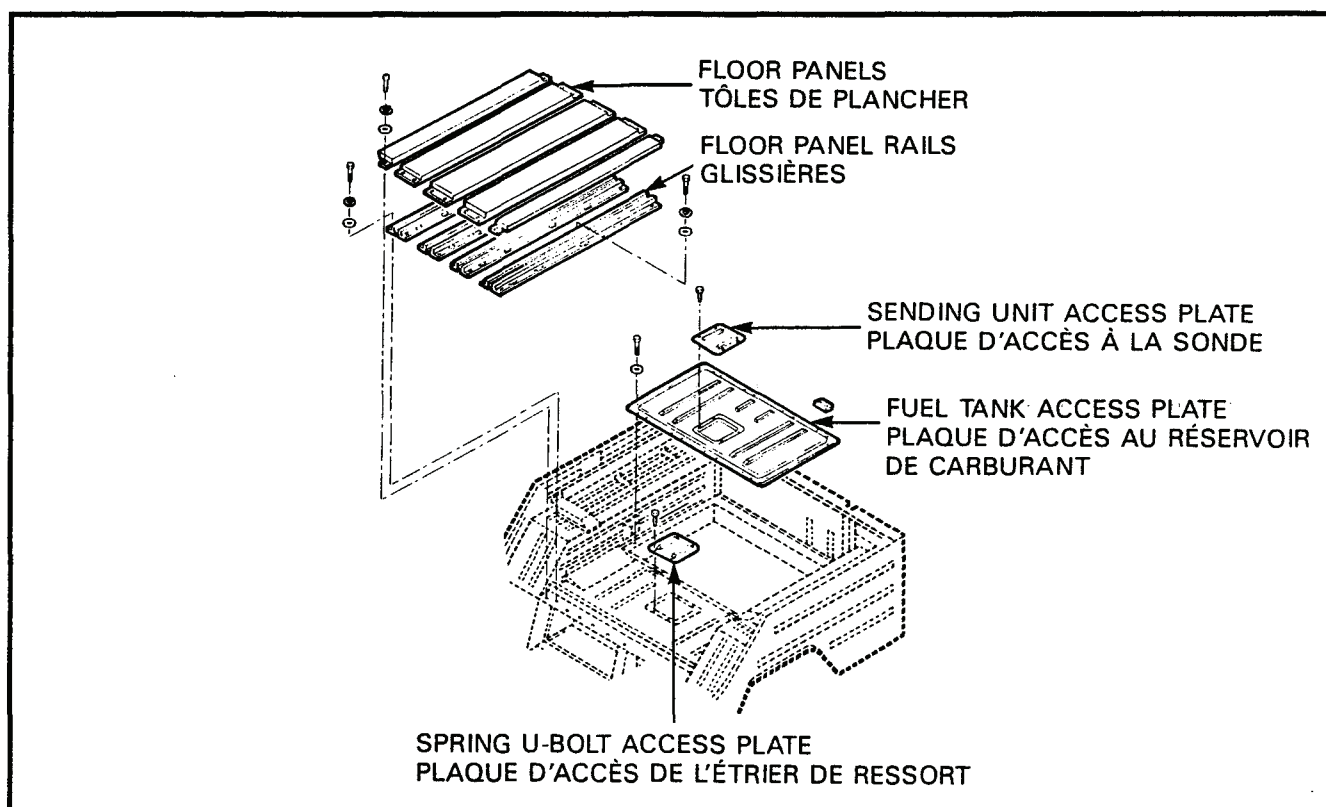

Figure 2-1-12 Fuel Tank Access Plate
- e. Remove the fuel tank access plate, see Figure 2-1-12.
- e. Enlever la plaque d'accès au réservoir de carburant, voir figure 2-1-12.